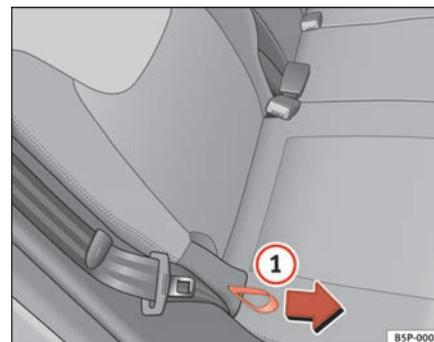

Fig. 98 Réglage de l'inclinaison du dossier, banquette arrière
- Saisissez le haut du dossier. Tirez la dragonne latérale du siège ⇒ fig. 98 ① dans le sens de la flèche et maintenez la dragonne en position. Rabattez le dossier du siège vers l'arrière en position souhaitée, puis relâchez la dragonne. ▶